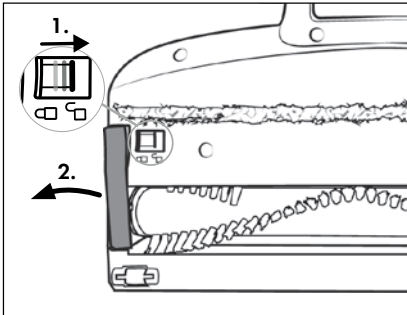

Fig. 29
- 2) Déverrouillez le rouleau brosse 21 en faisant glisser le dispositif de déverrouillage du rouleau brosse 19 avec le doigt vers le symbole  (ouvert). Retirez alors le support pour rouleau brosse 20 de la brosse de sol 22 (voir fig. 29).